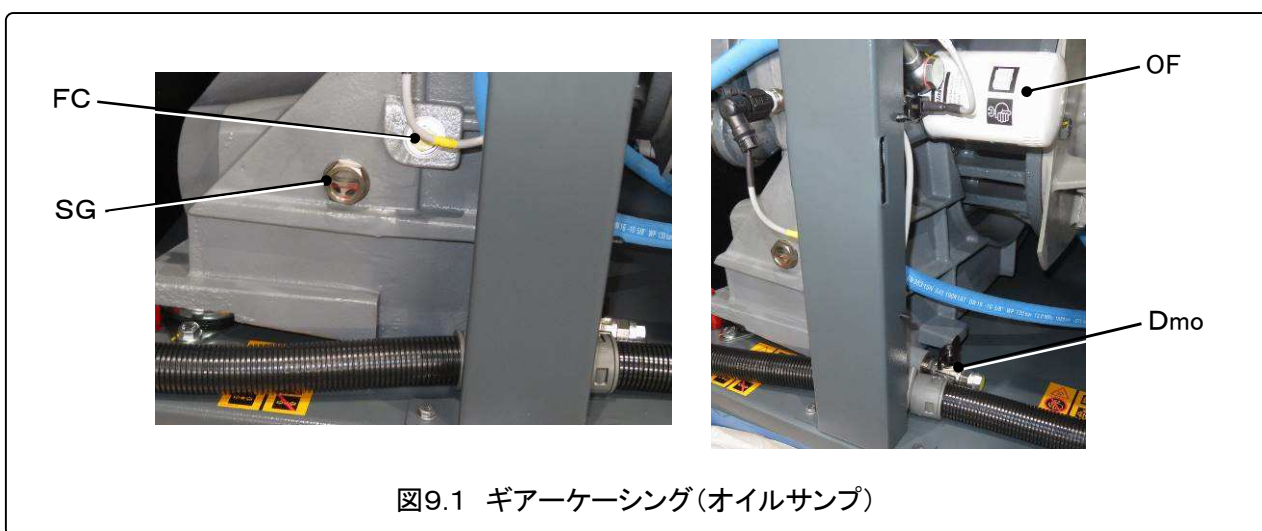

図9.1 ギアケーシング(オイルサンプ)
- 4) 注油口プラグ(図9.1-FC)を取り外し、オールドレンバルブ(図9.1-Dmo)のプラグを外してバルブを開き、ギアケーシング内のオイルを抜いてください。
- 5) オイルフィルタ(図9.1-OF)を取り外し、シート面をきれいに清掃してください。